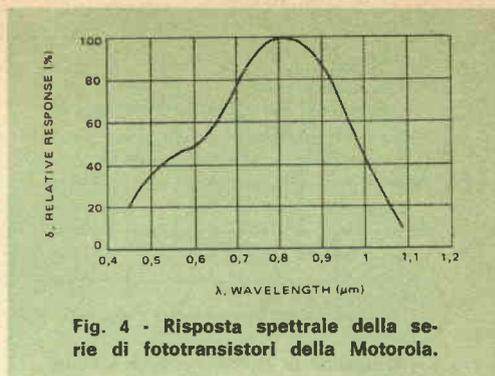

Fig. 4 - Risposta spettrale della serie di fototransistori della Motorola.
**La curva di risposta spettrale** - Come abbiamo detto prima, il transistor è sensibile all'energia luminosa di una certa lunghezza d'onda. In pratica, si cerca la risposta per una gamma di lunghezze d'onda. Nella fig. 4 è mostrata la curva di risposta di un tipico fototransistore della Motorola, in cui si vede che il picco si manifesta ad una lunghezza d'onda circa uguale a  $0,8 \mu m$ .